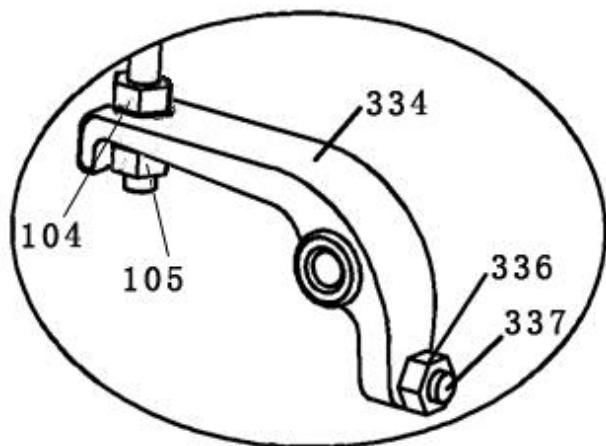
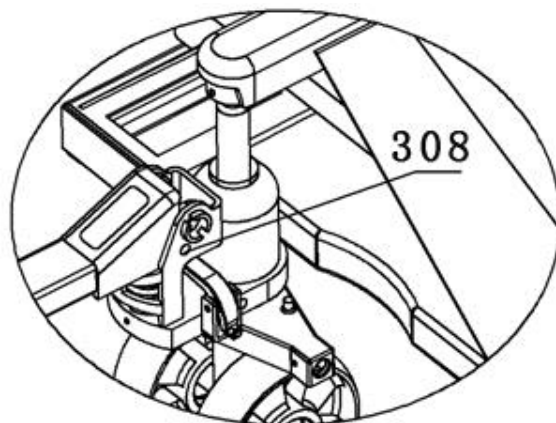

图 2-3
图 2-4
2. 5. 将链条(102)端部的螺钉螺母挂入控制臂(334)的槽内。见图 2-3、图 2-4。
2. 6. 如图 2-4，扳动手柄(112)，拔出弹簧限位杆(308)，并将弹簧限位杆(308)妥善保存，以备下次更换手柄时使用。
3.2. 图 2-3 中的螺钉 (337) 是用作调整车况的。当车体上升后又马上下降，可将螺钉 (337) 逆时针转一点，然后再试一下车子，直到正常上升。如果车体上升后无法下降，可将螺钉 (337) 顺时针转动一点，然后再试一下车子，直到能正常下降。螺钉 (337) 处的螺母 (336) 是起锁紧作用的，调整前应松开，调整完毕后应锁紧。